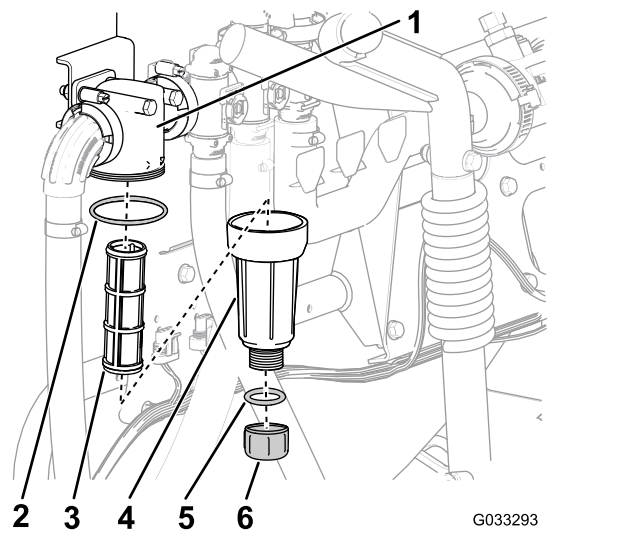

Figure 60
- Placez un bac de vidange sous le filtre sous pression (Figure 60).
3. Tournez le bouchon de vidange dans le sens antihoraire et déposez-le de la cuvette du filtre sous pression (Figure 60).
4. Tournez la cuvette dans le sens antihoraire et déposez la tête du filtre (Figure 60).
5. Retirez l'élément du filtre sous pression usagé (Figure 60).
6. Contrôlez l'état et l'usure du joint torique du bouchon de vidange (à l'intérieur de la cuvette) et du joint torique de la cuvette (à l'intérieur de la tête du filtre) (Figure 60).
7. Montez le nouvel élément filtrant dans la tête du filtre sous pression (Figure 60).
8. Vissez la cuvette sur la tête du filtre et serrez-la à la main (Figure 60).
9. Vissez le bouchon sur la cuvette à la main (Figure 60).